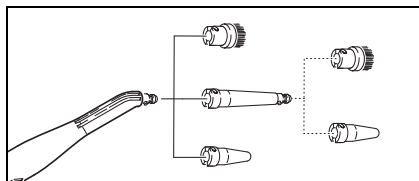

Fig. 8
- O bocal de jacto pontual (D1) também pode ser utilizado com a extensão (D2), a escova redonda (D3) ou o bocal de alta potência (D4) (veja fig. 8). Para isso colocar os dois entalhes da peça